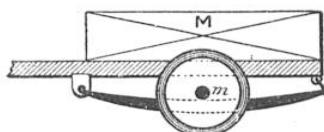

FIG. 1. — LA MASSE SUSPENDUE ET LA MASSE NON SUSPENDUE
Nous supposerons que ce jeu supporte une masse  $M$ , de poids  $P$  (fig. 1) et que l'ensemble de la roue, de l'essieu, des freins, etc., représente une masse  $m$  de poids  $p$ . Les masses  $M$  et  $m$  s'appel-
*La voiture ci-dessus comporte deux essieux avant et arrière portés, chacun, par deux ressorts « semi-elliptiques » disposés longitudinalement ; ces ressorts, constitués par des empilements de lames, dont la plus longue est appelée lame « maîtresse », sont fixés aux essieux, en leur milieu, et articulés au châssis à leurs extrémités. Pour qu'ils aient la liberté de s'allonger quand ils s'aplatissent sous l'effet d'une compression, leur articulation au châssis se fait d'un côté par l'intermédiaire d'une petite bielle appelée « jumelle ». (On verra clairement le fonctionnement de celle-ci en se reportant aux schémas des figures 1 et 2.)*